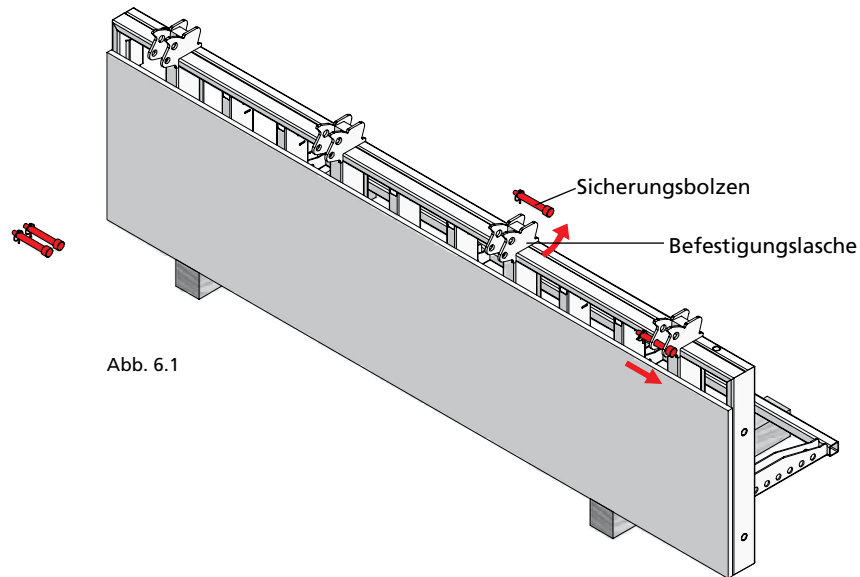

Abb. 6.1
2. Sicherungsbolzen aus den Befestigungslaschen entfernen (Abb. 6.1).